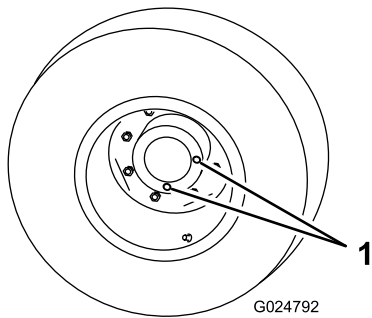

图 62
1. 将机器放在水平地面上将车轮放置为 1 个检查塞在最低6点钟位置 (图 62)。